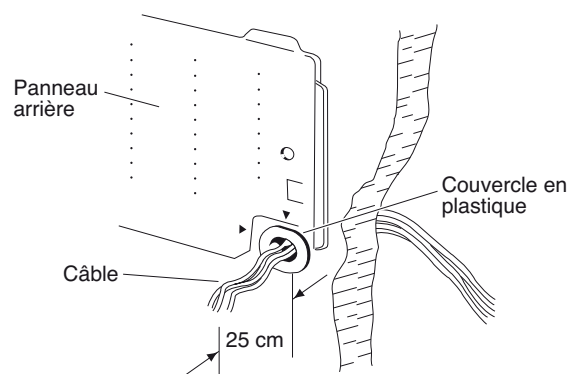

Fig. 25
- (3) Insérez le câble reliant les appareils dans le tuyau en PVC traversant le mur. Poussez le câble d'alimentation dans la pièce de manière à laisser apparaître environ 25 cm depuis la surface du mur (Fig. 25).